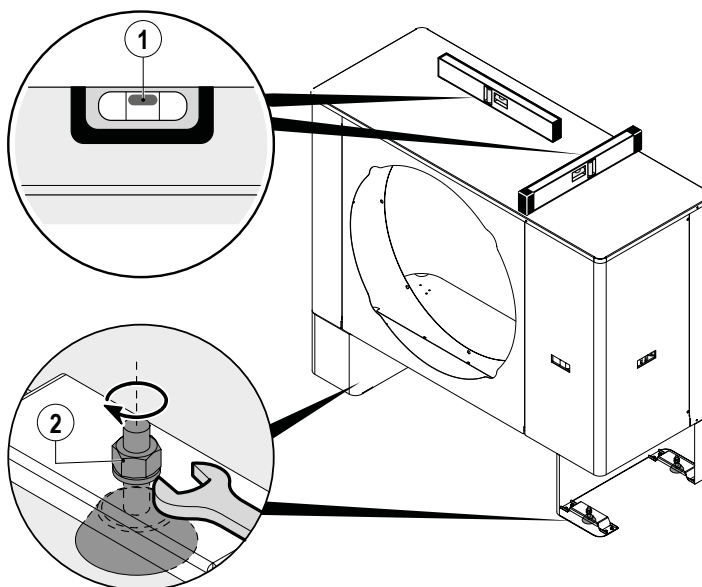

FIG. 35 (Livellamento della macchina)
- 1) Posizionare una livella (FIG. 35 -Rif. 1) nel senso longitudinale e trasversale della macchina
- 2) Agire sui dadi (FIG. 35 -Rif. 2) per livellare la macchina